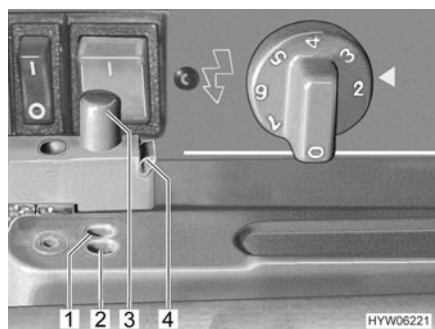

Fig. 163 Bloqueo de la puerta del frigorífico (Dometic de la serie 4 con botón de presión)
- Soltar el pestillo ejerciendo lateralmente presión sobre la cuña verde (Fig. 163,4) de retención. El perno de cierre (Fig. 163,3) salta hacia fuera.
- Hundir el perno de cierre (Fig. 163,3) de tal manera que engatille en el agujero exterior (Fig. 163,2).
- Hundir el perno de cierre (Fig. 163,3) de tal manera que engatille en el agujero interior (Fig. 163,1). De este modo, la puerta del frigorífico quedará ligeramente abierta.